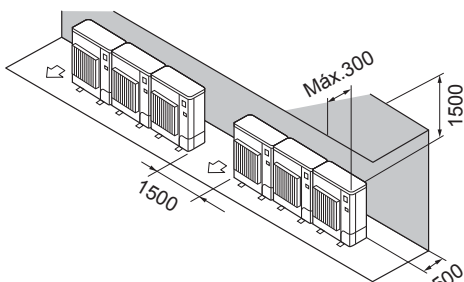

Fig. 2-9
② Obstáculos apenas na parte de trás e por cima (Fig. 2-9)